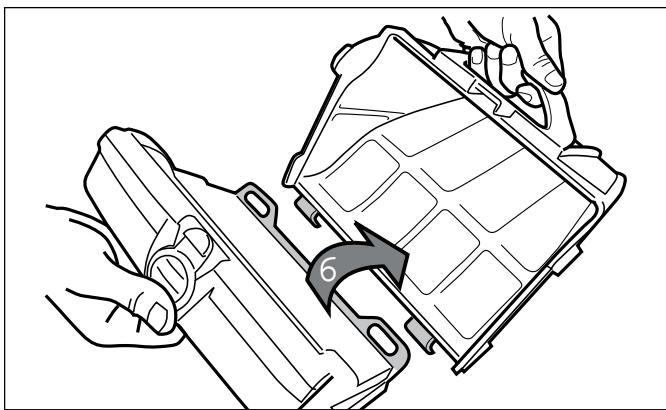

Figure 27. Retirer le carter du filtre
8. Séparer le sac filtre du support du filtre (6), comme illustré à la Figure 27.